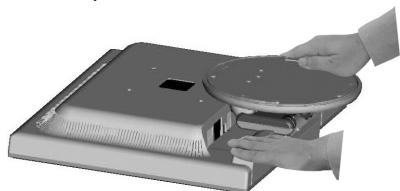

Figura 1
1. Sitúe el monitor boca abajo en una superficie no abrasiva (**figura 1**).